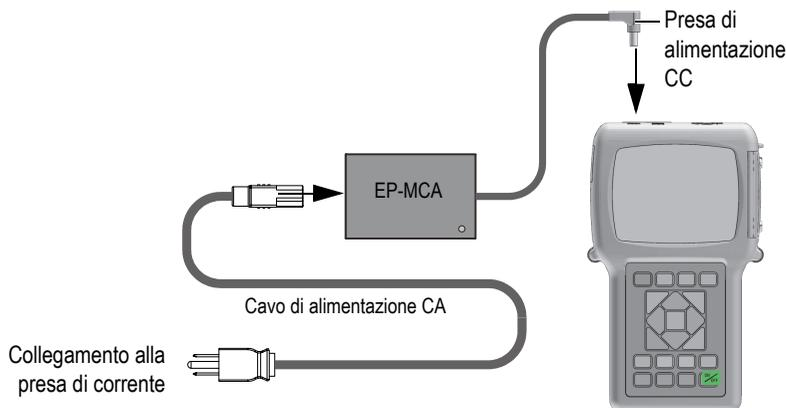

Figura 2-2 Collegamento del caricabatterie-alimentatore
1. Collegare il cavo di alimentazione CA al caricabatterie-alimentatore (codice fabbricante: EP-MCA [U8767042]) e a una presa di corrente appropriata (vedere Figura 2-2 a pagina 44).